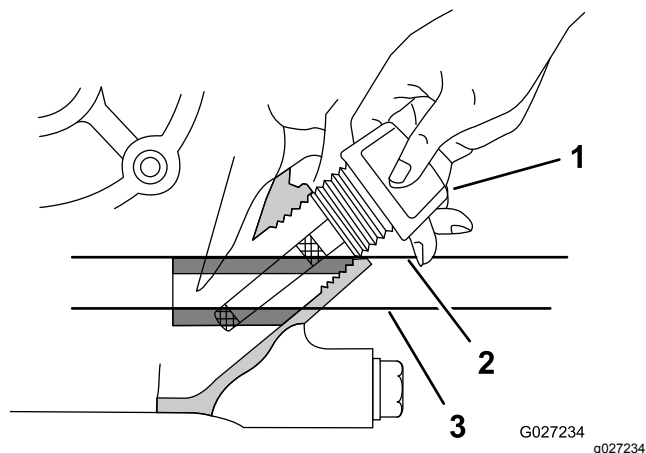

Figura 8
5. Inserite l'asta di livello dal motore, come illustrato nella Figura 8.
6. Togliete l'asta di livello dal collo del bocchettone e osservate il livello dell'olio sull'asta (Figura 8).
Nota: Il livello dell'olio motore deve coprire l'area tra i punti indicati con tacche sull'asta (Figura 8).
8. Serrate manualmente l'asta di livello nel collo del bocchettone (Figura 8).
4. Togliete l'asta di livello dal motore e pulitela con un panno pulito (Figura 8).